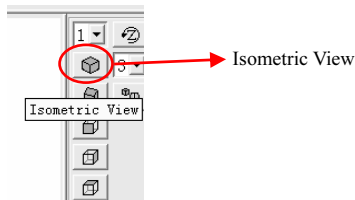
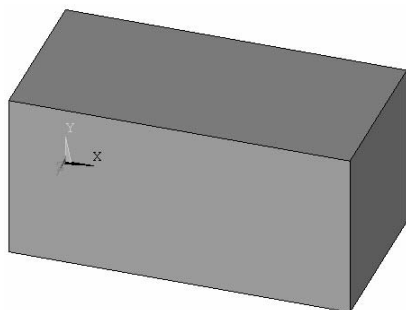
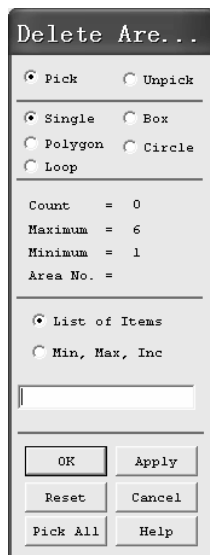

图 2-36 视图工具条
图 2-37 长方体
图 2-38 “Delete Are...” 窗口
(3) 单击操作界面右侧视图工具条上的 “Isometric View” 按钮 (见图 2-36), 将视图转为轴测图 (见图 2-37)。
(4) 依次选择 Main Menu>Preprocessor>Modeling>Delete>Volume Only, 弹出 “Delete Vol...” 窗口, 用鼠标左键单击长方体, 然后单击 “Delete Vol...” 窗口上的 “OK” 按钮, 体模型消失。
(5) 依次选择 Utility Menu>Plot>Areas, 面模型显示。
(6) 依次选择 Main Menu>Preprocessor>Modeling>Delete>Areas Only, 弹出 “Delete Are...” 窗口 (见图 2-38), 用鼠标左键单击长方体的上表面, 然后单击 “Delete Are...” 窗口中的 “OK” 按钮, 上端开口的长方体盒子建成。